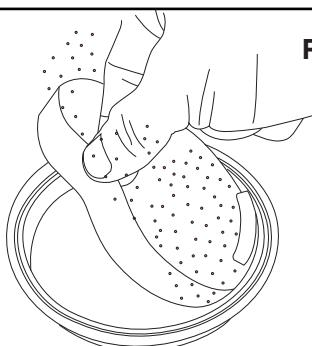

Fig.18
(5) Comme indiqué sur la fig.18, retirez l' éponge de sortie.